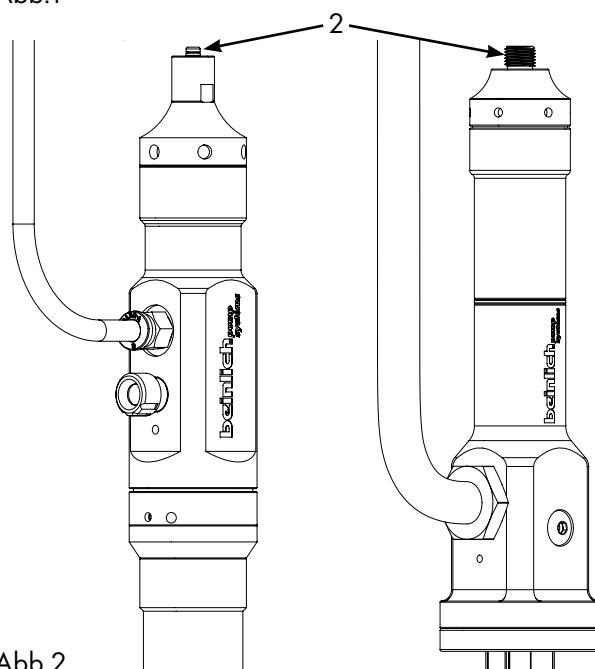

Abb.2
- Richten Sie die Pumpe so wie in Abb.2 dargestellt aus.